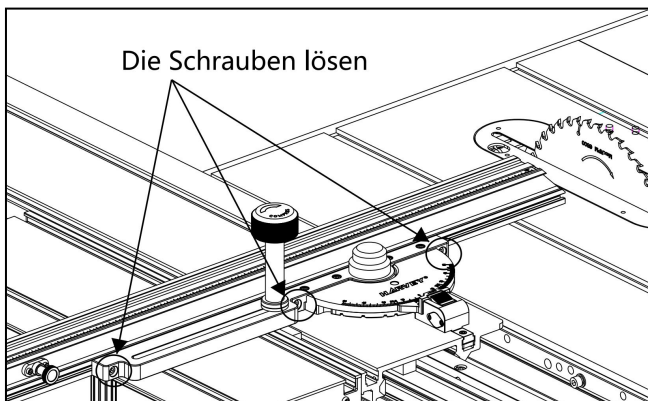

Abb. 16
12. Verwenden Sie einen 5mm Inbusschlüssel, um den Queranschlagn leicht von dem Gehrungs-Winkelanschlagn zu lösen, wie in Abbildung 16 gezeigt. Mit dem Sägeblattschutz installiert, heben Sie das Sägeblatt auf die höchste Position. Schwenken Sie den Queranschlagn, bis er parallel zur Vorderkante des Sägebrettchens ist. Verschieben Sie den Queranschlagn, bis die rechte Seite des Queranschlagn etwa 2-1/8 Zoll (55,5 mm) von der linken Seite des Sägebrettchens entfernt ist. Ziehen Sie die Schrauben wieder fest.